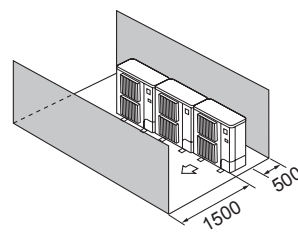

Fig. 2-15
- ④ Solo ostacoli anteriori e posteriori (Fig. 2-15)